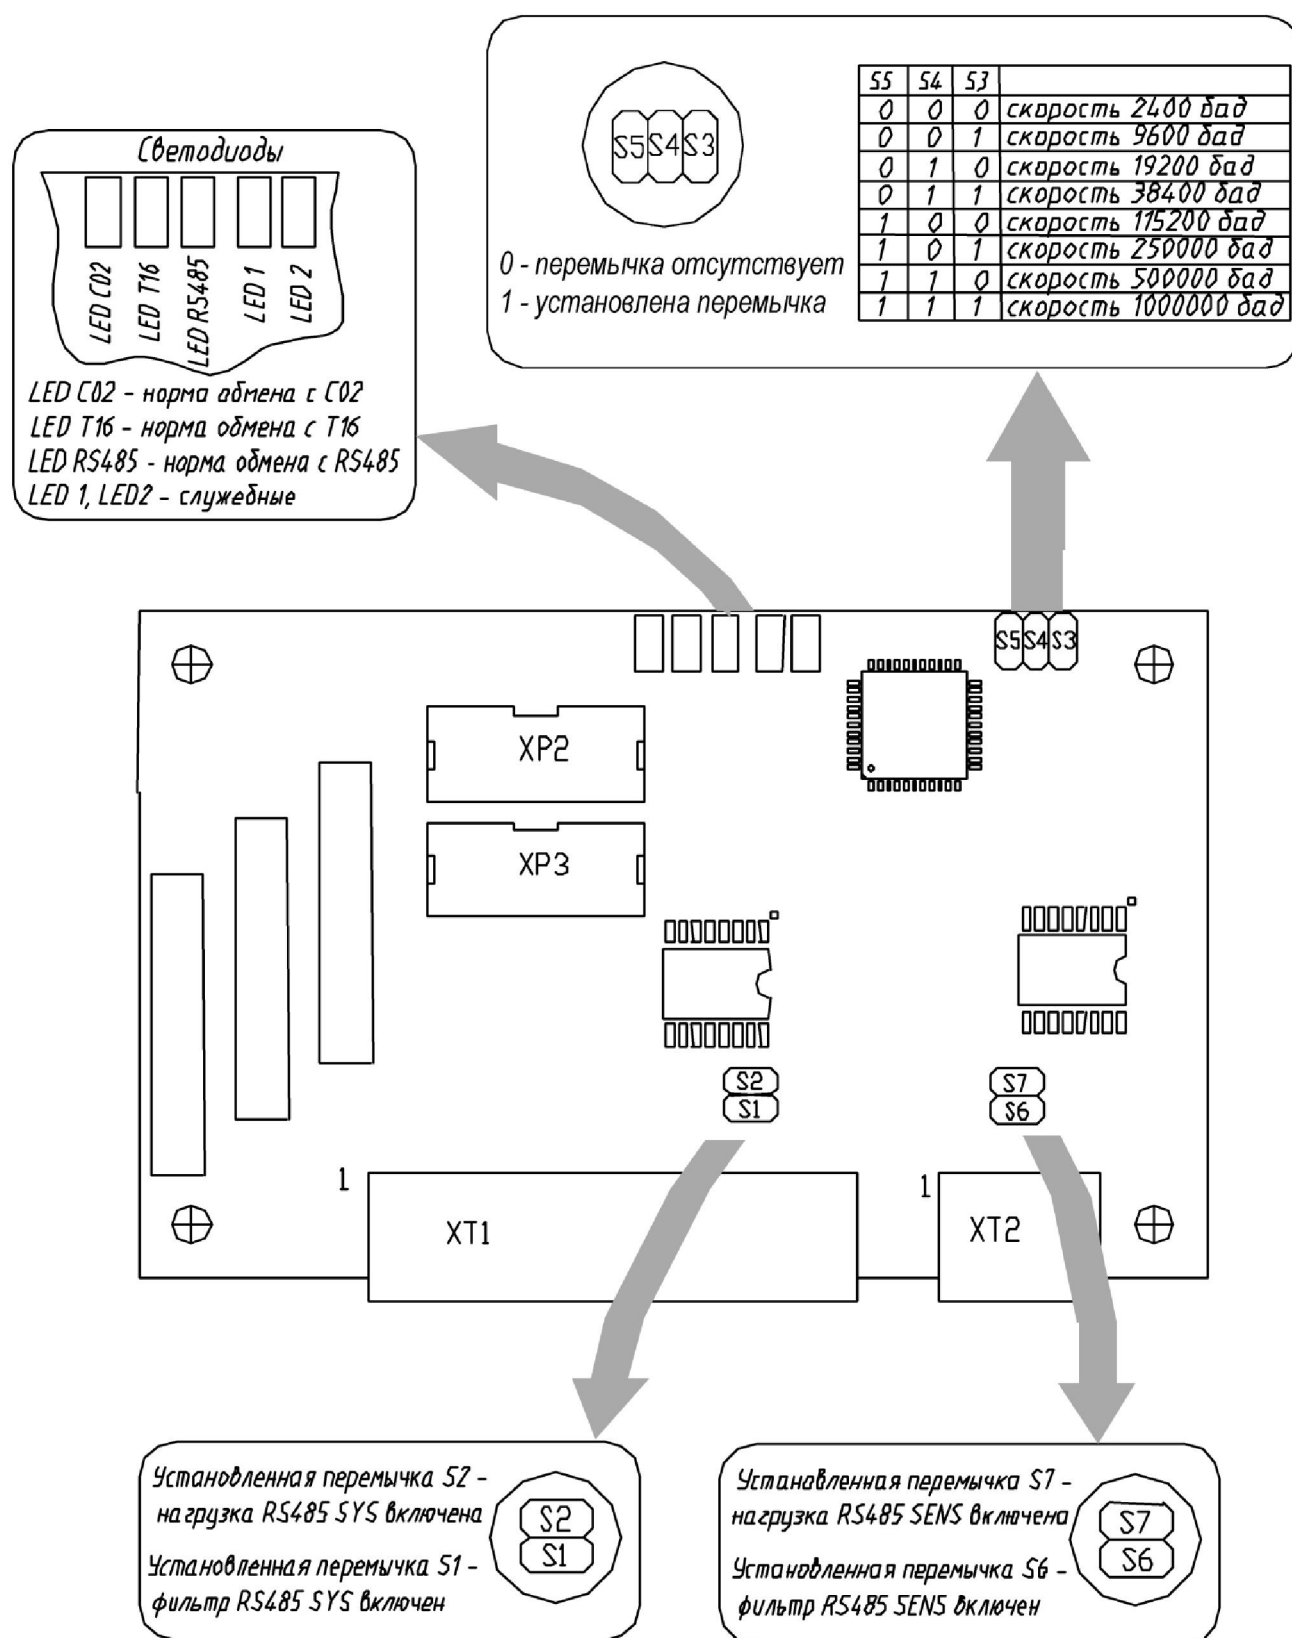

Рисунок 14 - Размещение и назначение органов управления на блоке M22
- Интерфейсный модуль M22 (см. Рисунок 14)